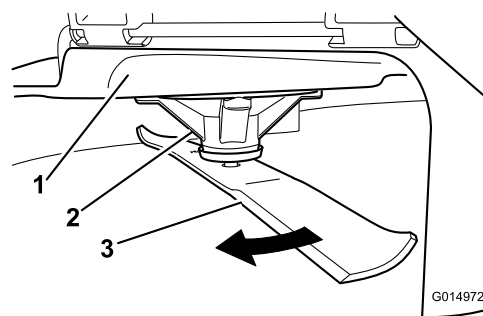

Figure 59
2. Enfilez des gants épais ou utilisez une autre protection adéquate pour les mains, et faites tourner la lame lentement jusqu'à une position permettant de mesurer la distance entre le tranchant et la surface plane sur laquelle se trouve la machine (Figure 59).